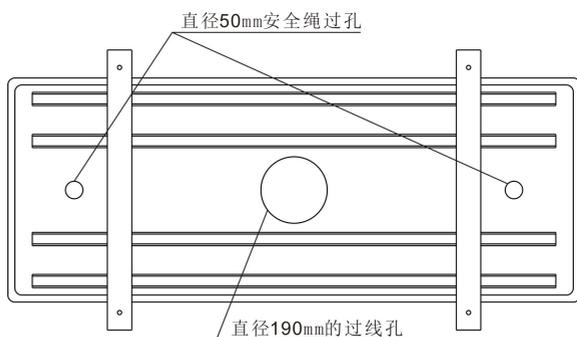

图1
2. 在天花板与灯具安装的中心位置开一个直径 190mm 的安装孔，同时在天花板两端对应灯具提手的位置各开 1 个 50mm 左右的安全绳过孔，如图 1、2；